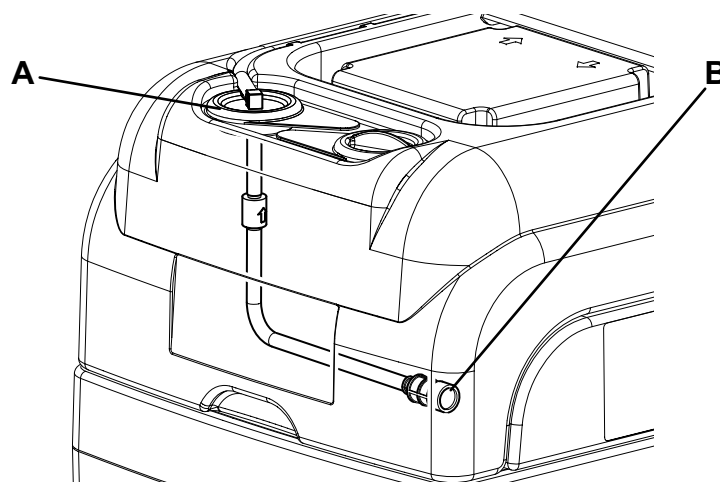

Figure 4
1. Vider le réservoir de solution détergente (14) comme on l'indique au chapitre Utilisation.
3. Vérifier que le câble d'alimentation (10) est branché au réseau électrique.
4. Retirer le bouchon du tube d'immersion (A, Fig. 4), retirer avec soin le tube du réservoir et nettoyer le filtre (B) à l'eau.